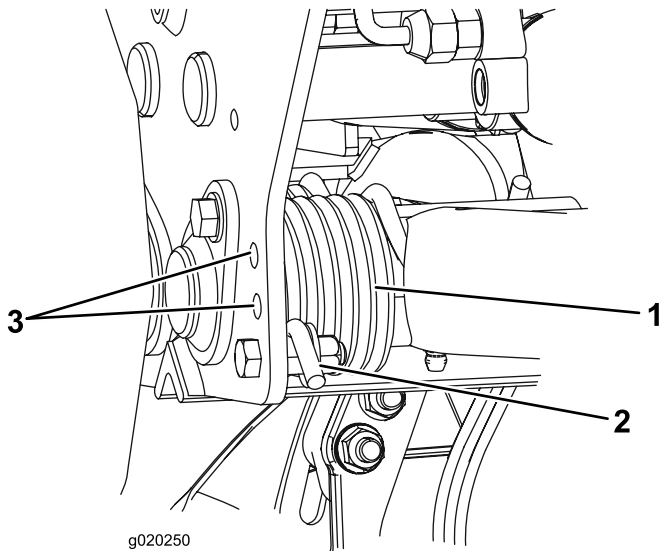

Figura 35
2. Coloque un tubo u otro objeto similar sobre el extremo largo del muelle para aliviar la tensión durante el ajuste (Figura 35).
3. Para aliviar la tensión del muelle, retire el perno y la contratuerca que sujetan el actuador del muelle al soporte (Figura 35).